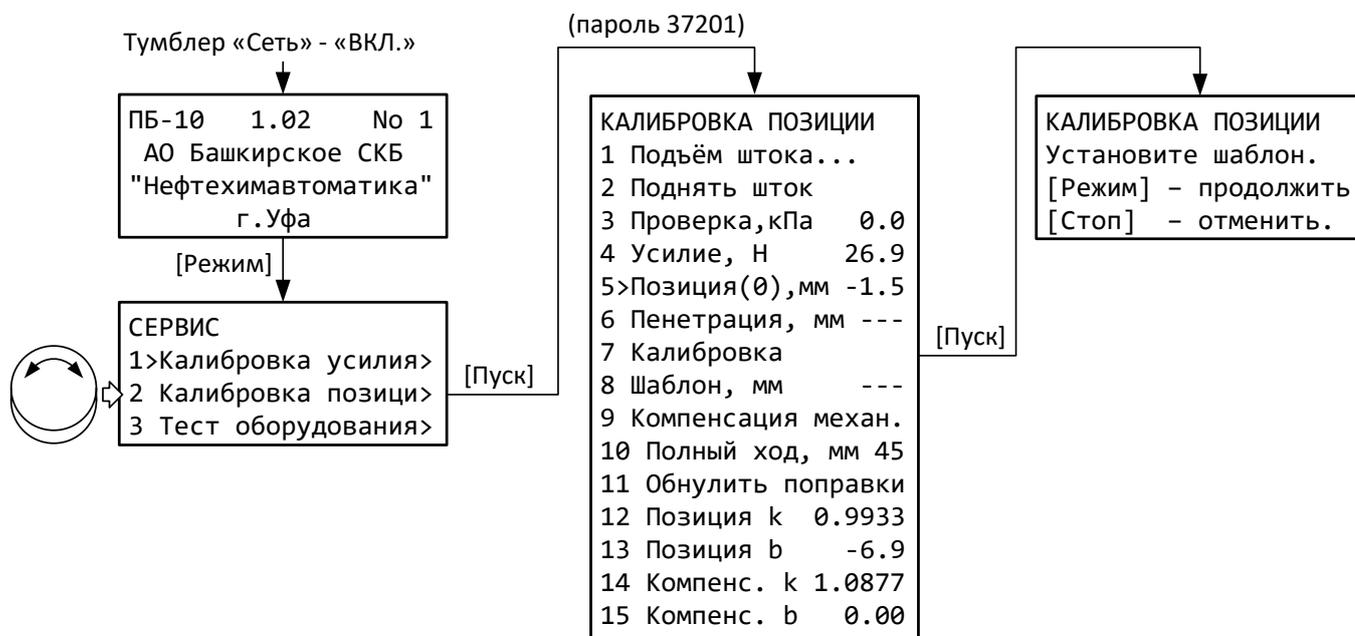

Рисунок 18 – Меню «Калибровка позиции»
5.5.1 Включить аппарат и перейти в меню «Калибровка позиции» (рисунок 18); для подтверждения входа в меню калибровки ввести пароль «37201». Инструкция по редактированию параметров приведена в приложении А, пункт А.2, на странице 17.